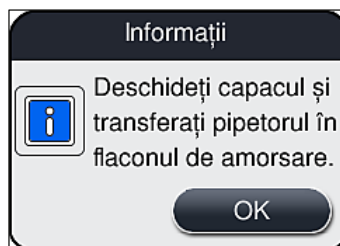

Fig. 97
3. Respectați următoarele mesaje de informație (→ Fig. 97).
5. Introduceți unitatea ac (→ Fig. 98-1) în flaconul de amorsare (→ Fig. 98-3) și confirmați mesajul de informare (→ Fig. 97) cu **OK**.
4. Respectați ambele mesaje de informare (→ Fig. 96), (→ Fig. 97) și (→ Fig. 101) și confirmați-le pe fiecare prin **OK**.